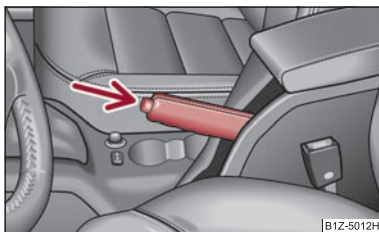

Fig. 86 Consola centrală: Frâna de staționare
- Acționați maneta frânei de mână puțin în sus și în același timp apăsați butonul de blocare ⇒ fig. 86.